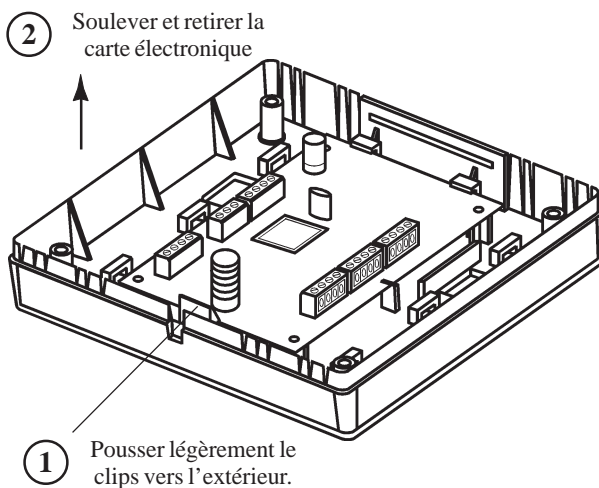

Figure 3. Démontage de la carte électronique.
1. Retirer la carte électronique de son socle, conformément à la figure 3.